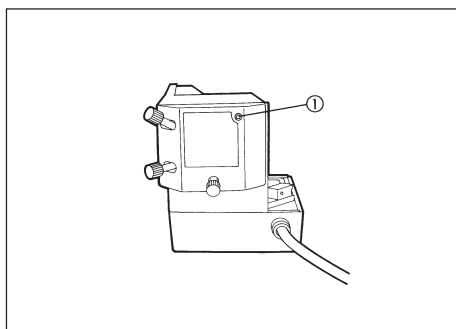

Fig. 1
1. A l'aide du tourne vis Allen fourni avec le statif microscope, desserrer la vis de fixation de l'embase lampe ①. (Fig. 1)